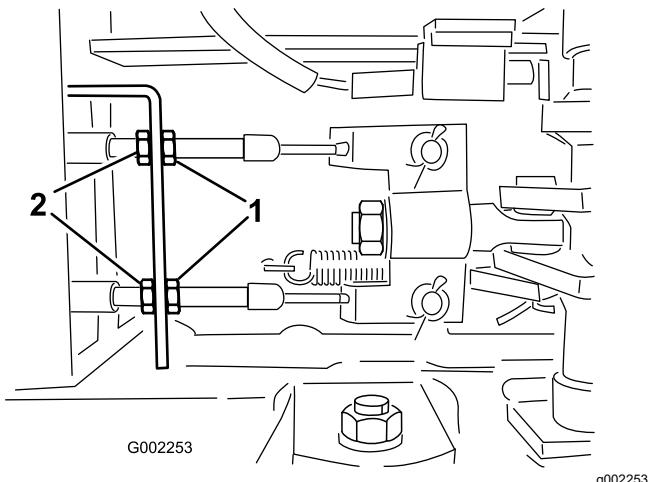

図 105
5. ブレーキケーブルの車両前端側にある前ジャムナットをゆるめる(図 105)。
6. 後ナットを均等に締めて、ブレーキペダルの遊びを10-20 mm に調整する図 105。